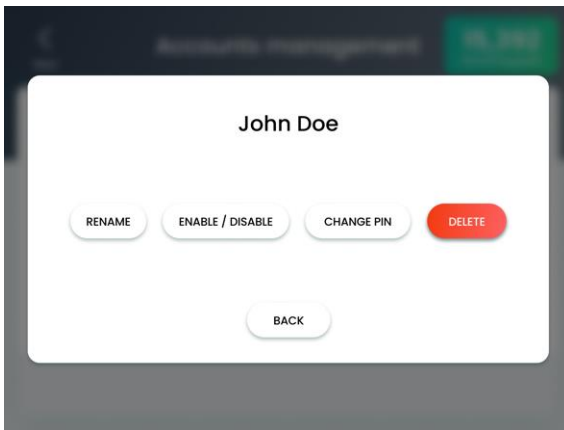

Figura 6-6. Pantalla de cuenta del usuario seleccionado
2. En la pantalla de cuentas, toque la entrada del usuario al que desee cambiarle el nombre; aparecerá la pantalla de cuenta del usuario seleccionado, como se muestra en la Figura 6-6.